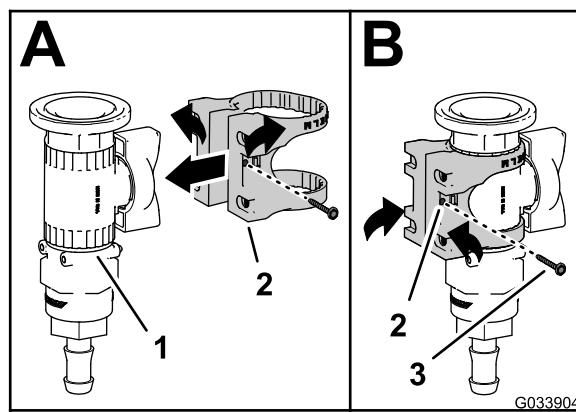

Figura 14
1. Monte a base da válvula na válvula de controlo, conforme se mostra em A de Figura 14.
2. Prenda a base da válvula à válvula de controlo com o parafuso de cabeça flangeada (N.º 6) e aperte o parafuso à mão (B de Figura 14).
2. Monte a base da válvula na válvula de controlo, conforme se mostra em A de Figura 14.
3. Prenda a montagem da válvula à válvula de controlo com o parafuso de cabeça flangeada (N.º 6) e aperte o parafuso à mão (B de Figura 14).